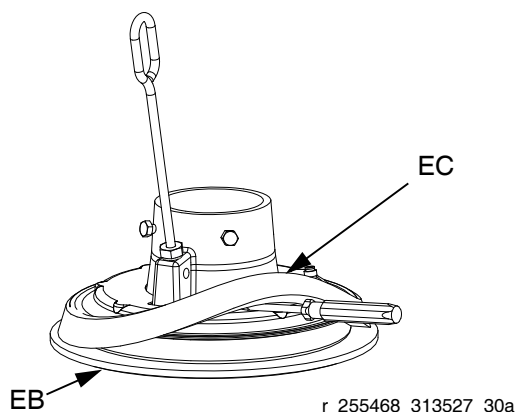

FIG. 16
2. *Trabajando desde abajo*, use un destornillador para hacer palanca en el espaciador (EC) para aflojarlo. Haga subir el espaciador completamente por encima de la brida del plato. Consulte la FIG. 16.